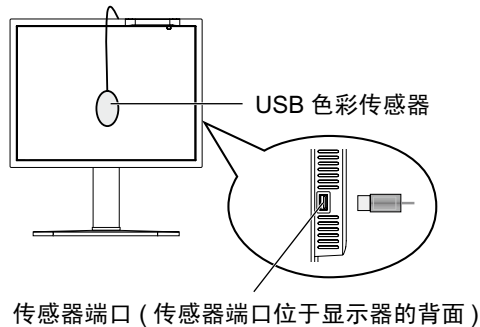

图 S.1
1. 要显示 CALIBRATION (校准) 菜单，将 USB 色彩传感器插入传感器端口 (图 S.1)*1 或选择高级菜单 (第 28 页) 中的 STAND ALONE CALIBRATION (独立校准)。
4. 该程序会请求将 USB 色彩传感器放置在显示面板的中心 (图 S.3)。将显示面板后倾 5° 左右并将 USB 色彩传感器放置在显示面板的中心 (图 S.1)。